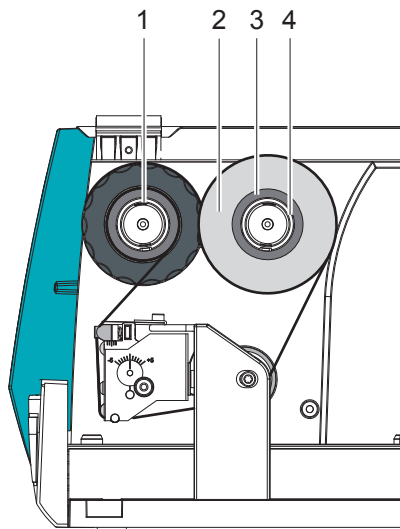

Рис. 5 Ход трансферной пленки
3. Наденьте сердечник пленки на намотчик (1).
4. Проведите трансферную пленку через печатающий узел, как показано на рис. 5.
5. Закрепить начало пленки с помощью клейкой ленты в центральном положении на сердечнике для пленки (3). Обратите внимание, чтобы направление вращения намотчика было против часовой стрелки.
6. Поверните намотчик (1) против часовой стрелки, чтобы выровнять подачу ленты.